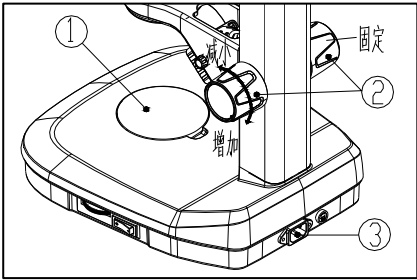

图 1
使用反射光照明时，为了更好的观察样品，载物台圆板①（图 1）即可以白色表面向上，也可以黑色表面向上。
用双手捏住左右调焦手轮②（图 1），固定住左调焦手轮，转动右手轮顺时针转是张力增加，反之张力减小（具有超载打滑保护的支架不具备调节张力功能）。
1. 将附带的电源线插到电源插座上③（图 1）并接通电源